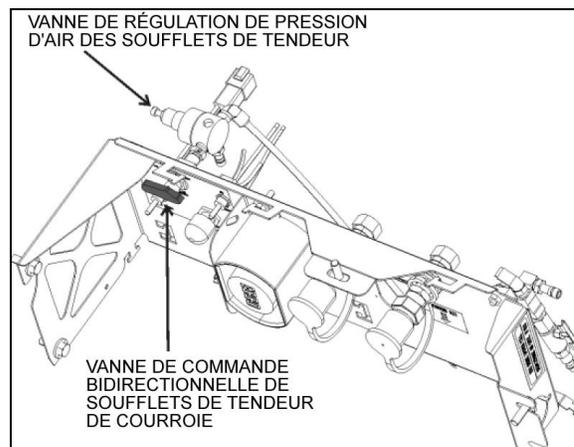

FIGURE 39: SOUPAPE DE COMMANDE DU TENDEUR DE COURROIE – SÉRIE H3 12219
2. Pour les véhicules équipés d'un troisième alternateur, la tension de la courroie est aussi appliquée grâce à un soufflet pneumatique (Figure 37). Tourner la soupape de commande à deux voies du tendeur de courroies dans le sens antihoraire pour libérer la pression du soufflet (Figure 39).
Pour les véhicules de la série H3 équipés d'un 3^e alternateur, (Figure 37) la tension de la courroie est aussi appliquée grâce à un soufflet pneumatique ajusté par un régulateur de pression d'air (Figure 39). La pression adéquate de 45 psi est réglée en usine. Vérifier périodiquement la pression du régulateur avec un manomètre, et la corriger au besoin.
La tension de la courroie est appliquée grâce à un soufflet pneumatique qui est ajusté par un régulateur de pression d'air (Figure 39). La pression adéquate de 45 psi est réglée en usine.